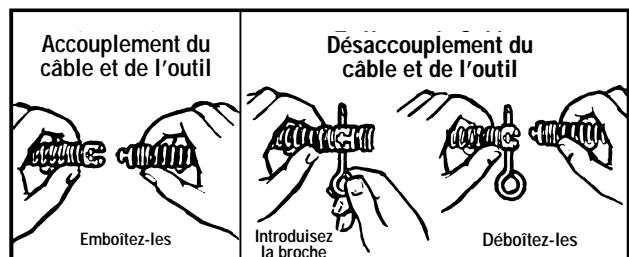

Figure 8 – Accouplement et désaccouplement des tringles et outils
- Accouplez la tringle au système d'entraînement des tringles à l'aide des sections de tringle RIDGID/Kollmann et du raccord rapide K-10 (*Figure 8*).